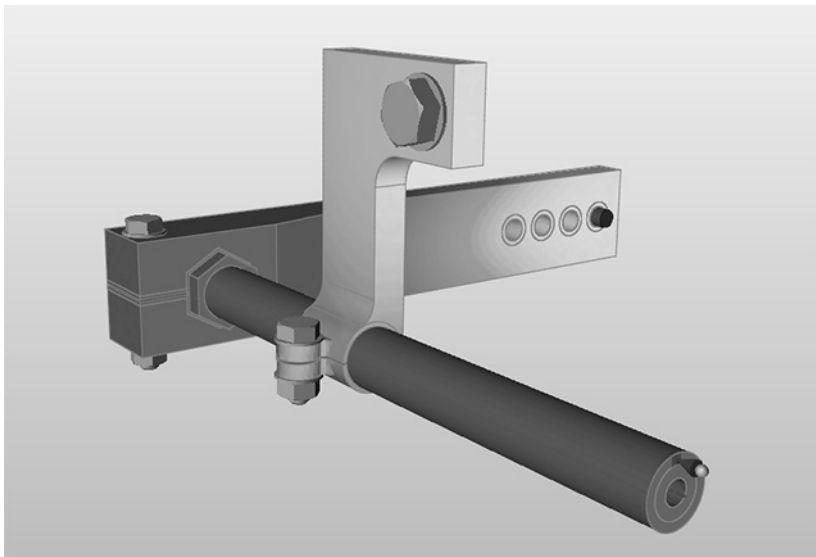

图 12-35
9) 位移穿过夹钳到达设计空间, 这是正确的, 如图 12-35 所示。